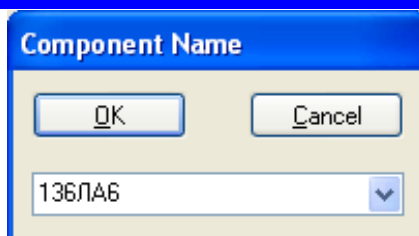

Рисунок 3.10 - Запись созданного библиотечного компонента в библиотеку
- Выполнить команды **Component/Save** и, нажав на кнопку **OK**, записать созданный компонент в библиотеку под именем **133ЛА6** (рис. 3.10).